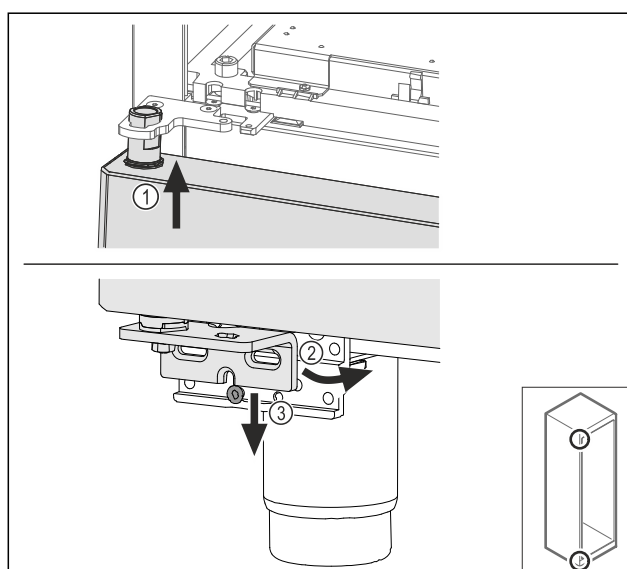

Fig. 68
- Indfør døren let på skrå foroven Fig. 68 (1), indjuster døren lige Fig. 68 (2), og påsæt den forned på lejebuksskruen Fig. 68 (3).